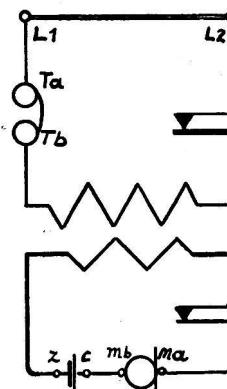

Abb. 41.
**Kontrolle:** Wir schliessen wieder die beiden Klemmen L1 und L2 kurz, nehmen das Mikrotelephon ab und blasen in das Mikrophon (Abb. 41).